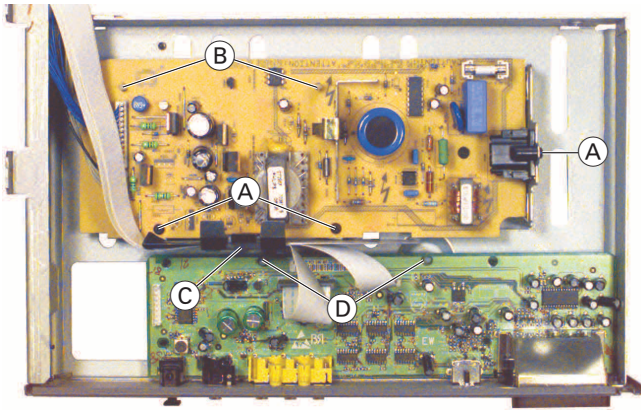

Fig. 1
- 3 Schrauben **A** (Fig. 1) herausdrehen.
- 2 Rastnasen **B** (Fig. 1) lösen und Netzteil herausnehmen.
- 2 Rastnasen **D** (Fig. 1) lösen und A/V-MUX-Platte herausnehmen.
- Gegebenenfalls Flexprinthalter **C** (Fig. 1) und Steckverbindungen lösen.
- Undo 3 screws **A** (Fig. 1).
- Disengage the 2 locking lugs **B** (Fig. 1) and remove the Power Supply.
- Disengage the 2 locking lugs **D** (Fig. 1) and remove the A/V-MUX Board.